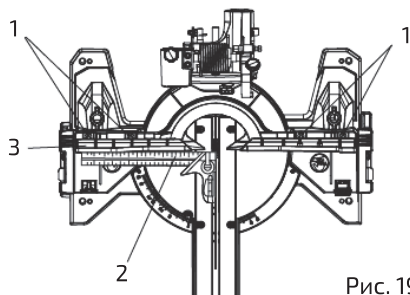

Рис. 19
2. Ослабить четыре крепежных винта (1) (рис. 19).
4. Приложить пятку угольника (2) к диску, а линейку – к упору (3).